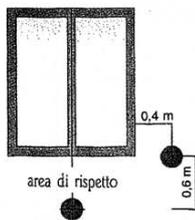

Fig. 3
A. Distanza fra il centro della sezione ed il lato orizzontale inferiore di una finestra o di una apertura di aerazione sovrastante (fig. 3 e 4) per gli apparecchi a tiraggio forzato	m. 0,6
B. Distanza fra il centro della sezione ed il lato verticale più prossimo di una finestra adiacente (o del suo prolungamento nei limiti di distanza di cui al comma A. (fig. 3) per gli apparecchi a tiraggio forzato	m. 0,4